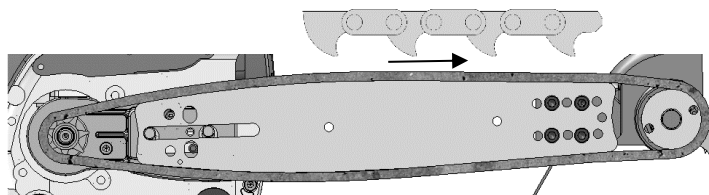

Fig. 3: Mise en place de la chaîne
- > Maintenant, placez la chaîne autour du pignon de la tronçonneuse et du pignon d'entraînement. Insérez les maillons entraîneurs dans la rainure du guide. Veillez à ce que la chaîne soit placée dans le bon sens (Fig. 3)